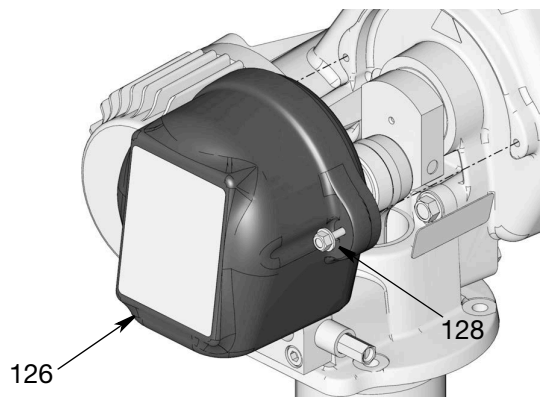

図 5
2. ボルト (128) を緩めてカバー (126) を Dyna-Star ポンプ (図 5) から取り外します。